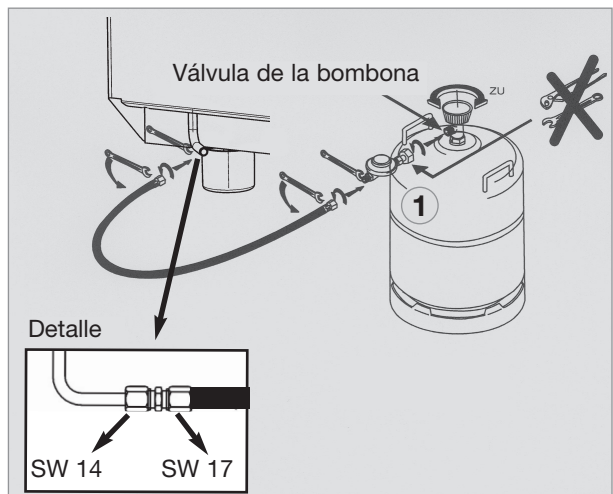

Fig. 3
- En el tubo de alimentación al aparato debe estar instalado un regulador de presión (1), fig. 3, (reductor de presión) fijamente ajustado. El frigorífico no puede ser operado con otra presión que la indicada sobre la placa de características.